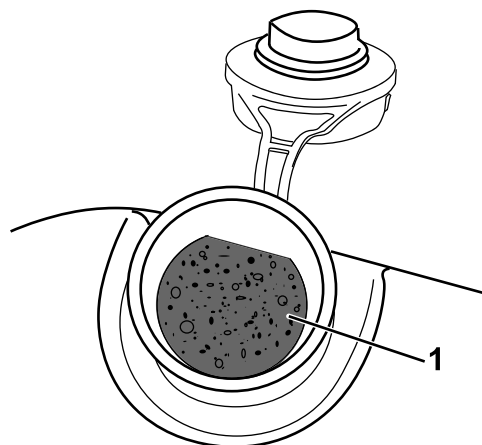

Figura 13
**Importante:** Esta máquina está equipada con un depósito de combustible premium que incorpora un inserto de espuma que impide la agitación del combustible. No retire el elemento de espuma, porque permite que el motor utilice todo el combustible del depósito (Figura 13).